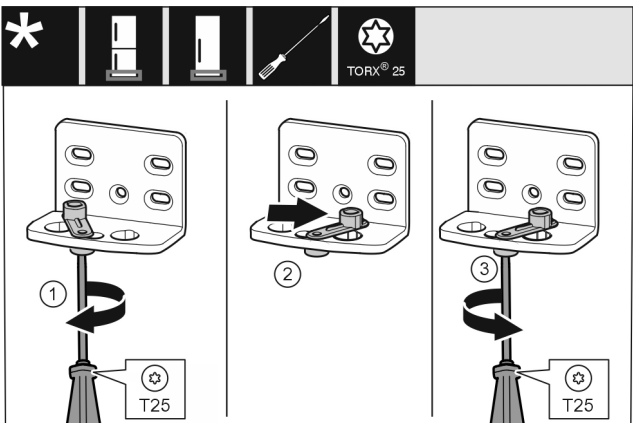

Fig. 10
- ▶ Skru løs skruen med skrutrekker T25. Fig. 10 (1)
- ▶ Løft dørlåshjelpen, og drei den 90° mot høyre inn i boringen. Fig. 10 (2)
- ▶ Stram skruen med skrutrekker T25. Fig. 10 (3)